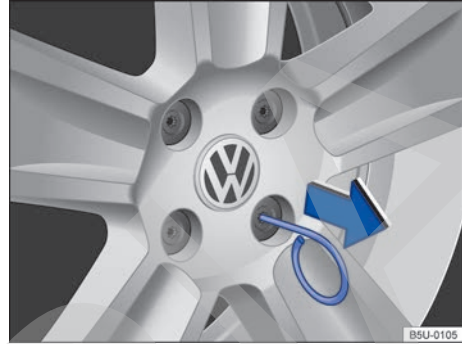

Fig. 136 Retirar los capuchones de los tornillos de rueda.
- Pase el gancho extractor por la abertura del capuchón → fig. 136 y retírelo en el sentido de la flecha.